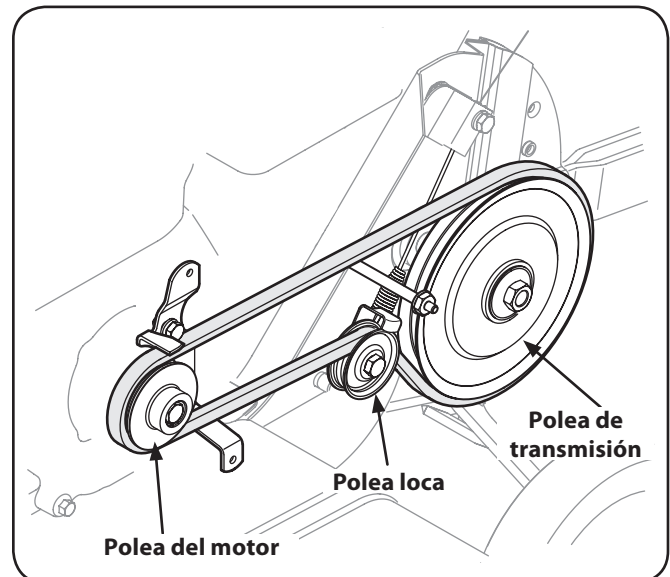

Figura 1-4
6. Para instalar la nueva correa, siga las instrucciones en orden inverso y consulte la Figura 1-4. Asegúrese de colocar el lado más ancho de la correa lejos de las poleas del motor y de transmisión.
NOTA: Al volver a armar, asegúrese de que el guardacorreas de la polea loca quede tal como se muestra en la Figura 1-4. Observe la muesca en la parte inferior del guardacorreas y la alineación cuando vuelva a armar con la correa nueva.